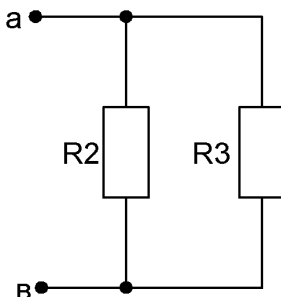

Рис. 2.46
1. Удалить ветвь с искомым током и сопротивлением R_1 из цепи. Закоротить все ЭДС и определить входное сопротивление (рис. 2.46):